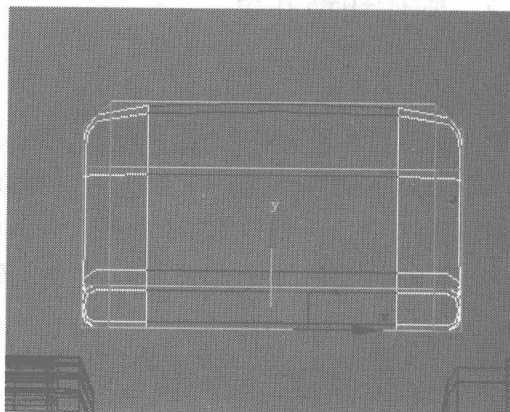

图 6.496
- 07 切换为边线编辑，框选如图 6.496 所示的边线，在 Edit Edges 卷展栏中单击 **Connect** 右侧的小按钮，在弹出的对话框中依照默认值进行设置，添加一条细分线。